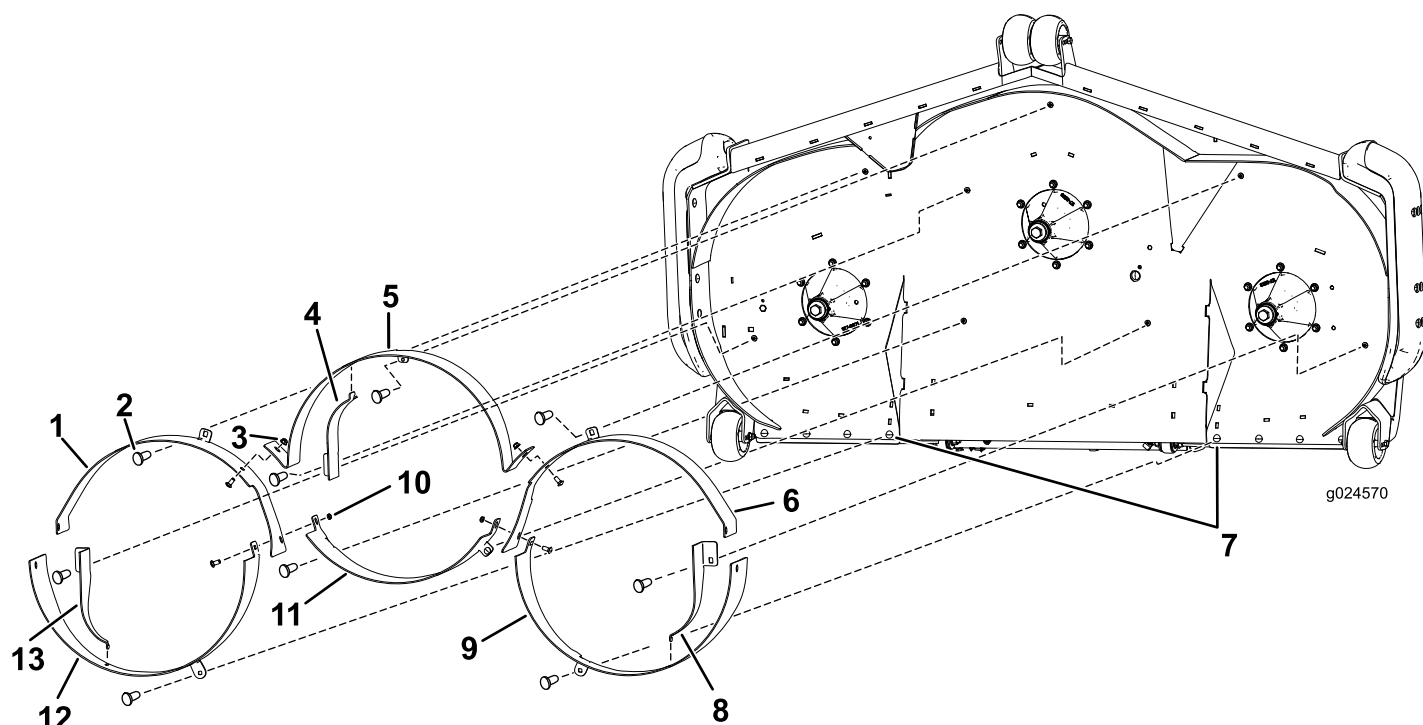

Figura 3
1. Instale los deflectores delanteros exteriores usando un perno de cuello cuadrado (3/8-16 x 7/8 pulgada) y una tuerca con arandela prensada (3/8-16) para cada deflector (Figura 3).
2. Instale el deflector delantero central con 3 pernos de cuello cuadrado (3/8-16 x 7/8 pulgada) y tuercas con arandela prensada (3/8-16), según se muestra en Figura 3.
3. Instale los deflectores traseros exteriores usando un perno de cuello cuadrado (3/8-16 x 7/8 pulgada) y una tuerca con arandela prensada (3/8-16) por deflector, según se muestra en Figura 3.
Nota: El modelo de 72 pulgadas utiliza un perno de cuello cuadrado (5/16-18 x 1 pulgada) y una tuerca con arandela prensada (5/16-18) en la parte trasera del deflector derecho, el deflector izquierdo y el faldón interior del guardabarros, en cada lado (Figura 3).